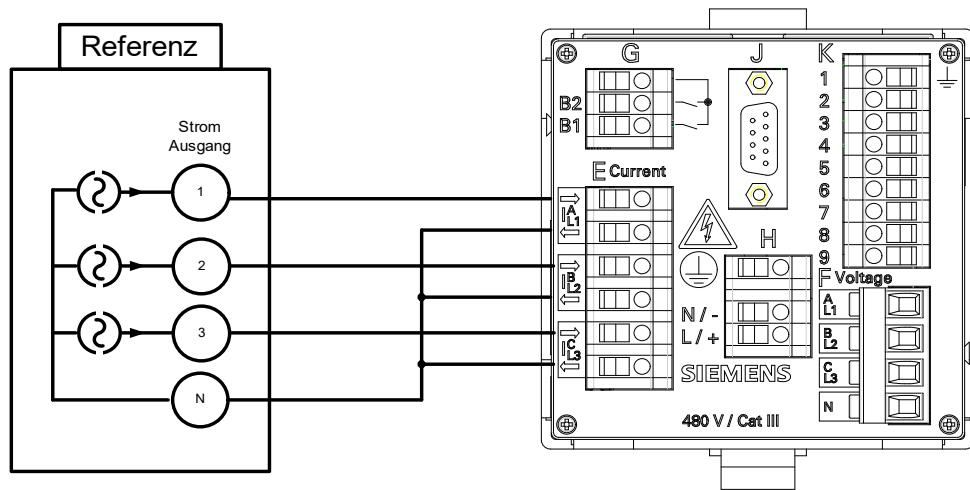

Bild 10-4 Messaufbau zum Abgleichen des AC-Strommessbereiches
Der Abgleich ist ausschließlich mit symmetrischen Phasen ( $3 \times 120^\circ$ ) möglich, siehe Bild 10-4.
- ❖ Führen Sie den Messaufbau gemäß Bild 10-4 durch.